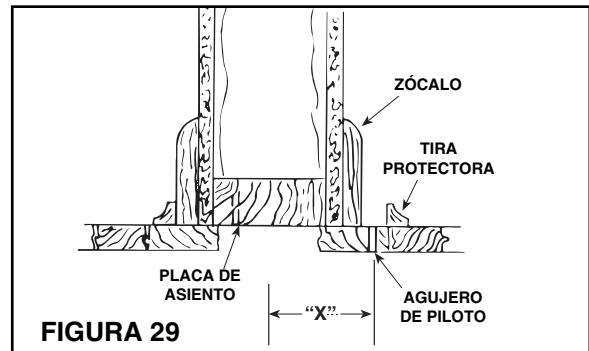

FIGURA 29
- Véase la Figura 29. Un pequeño agujero de 'piloto' o 'localizador' se puede taladrar detrás del zócalo para determinar la ubicación correcta del agujero de entubado de 6,3 cm de diámetro en la placa de asiento.